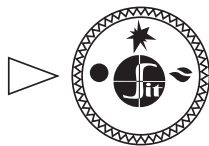

Рис. 8.
- 7.2. В исходном (выключенном) положении ручк упр вления н ходится в положении **«точк »** (рис. 8). Пилотн я и основные горелки пог шены (под ч г з к ним з блокиров н).